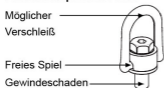

Abbildung 3
- Überprüfen Sie regelmäßig die Anschlagwirbelteile (Abb. 3).